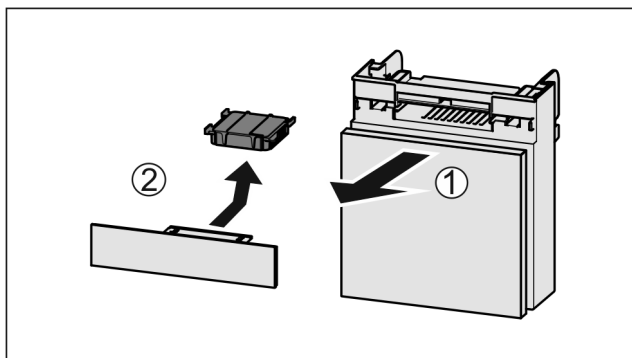

Fig. 162
- Zásuvku vytáhněte dopředu Fig. 162 (1).
- Filtr s aktivním uhlím vyjměte Fig. 162 (2).